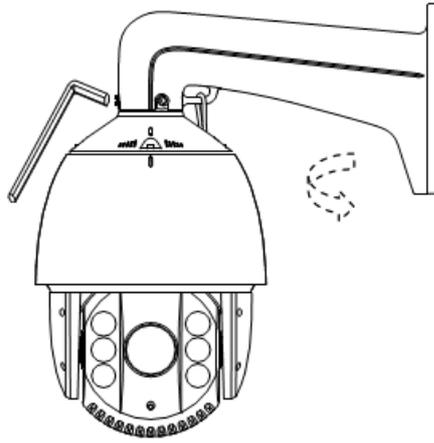

Рисунок 6 – Установка видеокамеры на кронштейне
- проложить кабели подключения через кронштейн видеокамеры и закрепить видеокамеру на кронштейне посредством трех шестигранных болтов М5х16 (рисунок 6);